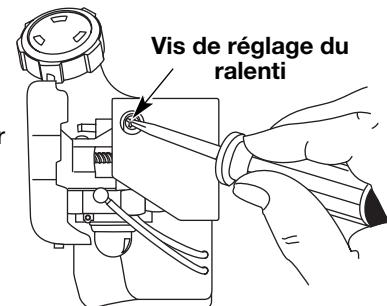

Fig. 33
La vitesse de ralenti du moteur est réglable à l'aide d'une vis de réglage accessible par un trou situé sur le dessus du couvercle du moteur (Fig. 33).
- Relâchez le levier d'accélérateur et laissez le moteur au ralenti. Si le moteur s'arrête, insérez un petit tournevis à embout cruciforme ou à tête plate dans le trou du couvercle du moteur (Fig. 33). Vissez la vis de réglage du ralenti de 1/8 de tour à la fois (selon le besoin) jusqu'à ce que le moteur tourne au ralenti.